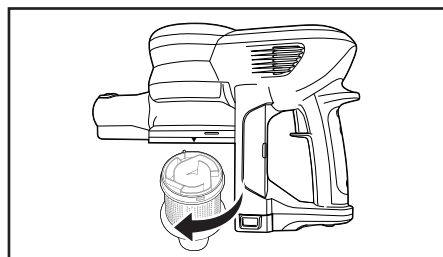

Fig. 4
2. Gire el cilindro interno hacia la derecha para extraerlo de la aspiradora (fig. 4).